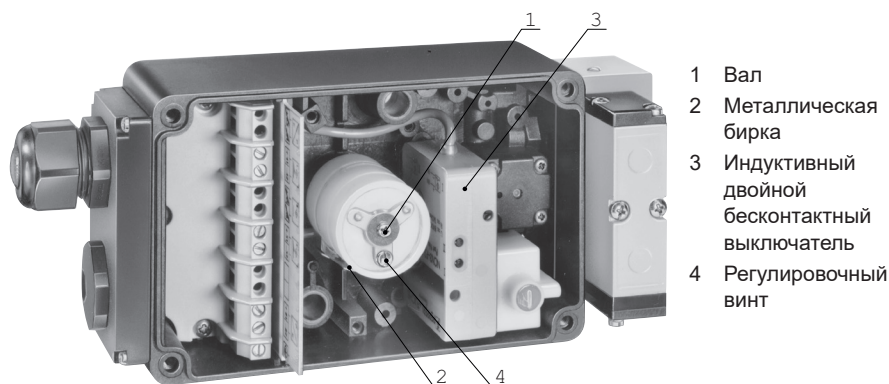

Рис. 18: Индуктивный двойной бесконтактный выключатель · Прибор без крышки корпуса и индикаторного колпачка
В приборах с индуктивным двойным бесконтактным выключателем (3) на валу (1) находится один управляющий флажок (2) с углом открытия 70° или 90° (см. Рис. 18).